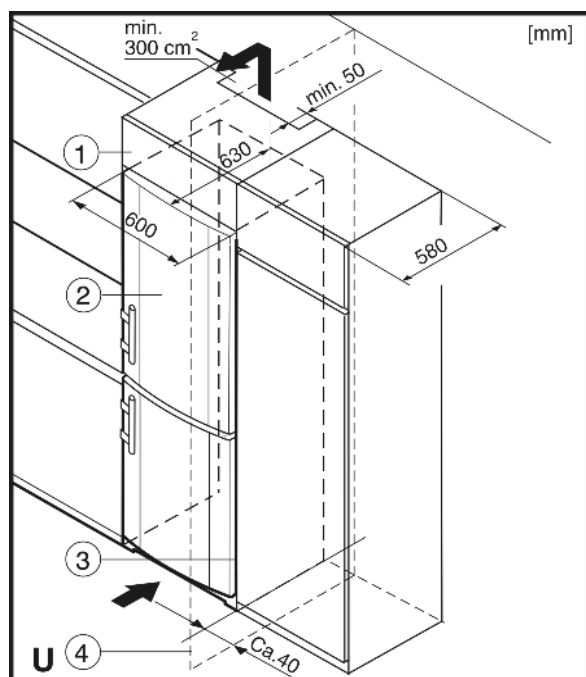

Fig. 9
- (1) Élément haut
(2) Appareil
(3) Placard de cuisine
(4) Mur
L'appareil peut être entouré de meubles de cuisine. Pour adapter l'appareil Fig. 9 (2) à la hauteur des placards de la cuisine intégrée, on peut placer un élément haut Fig. 9 (1) au-dessus de l'appareil.
Lors de la transformation avec des placards de cuisine (profond. max. 580 mm) l'appareil peut être placé directement à côté du placard Fig. 9 (3). La porte de l'appareil saillit latéralement de 34 mm et au milieu de l'appareil de 50 mm par rapport à la face avant du placard de cuisine. Ainsi, elle se laisse ouvrir et fermer sans problèmes.
Si l'appareil est installé avec les charnières à côté d'un mur Fig. 9 (4), la distance entre l'appareil et le mur doit être de 40 mm min. Ceci correspond à la saillie de la poignée lorsque la porte est ouverte.